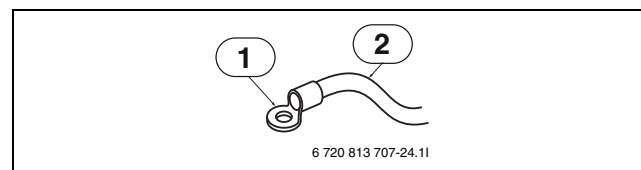

Bild 27
- Quetschkabelschuhe (→ Abb. 27) für den Anschluss der Erde an die Hauptleiterplatte verwenden.